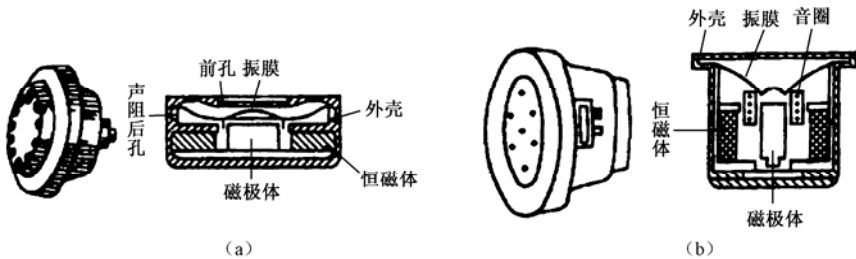

图 1-1-9 动圈式送话器结构图
动圈式送话器是电话机所用的各种送话器中综合评估性能最好,且最有发展前途的一种声电转换器件。它有以下几个优点:①动圈式送、受话器完全摆脱了频响和灵敏度受角度或位置的影响,频响曲线较光滑、平坦,音质好;②整个语音传输频带(300~3400Hz)内,基本为纯电阻性,几乎与频率无关;③振膜和音圈系统重量轻、坚固,能经受机械应力和声冲击,不怕振动,工作稳定可靠且寿命长。如图 1-1-9 所示为两种结构形式的动圈式送话器结构图。